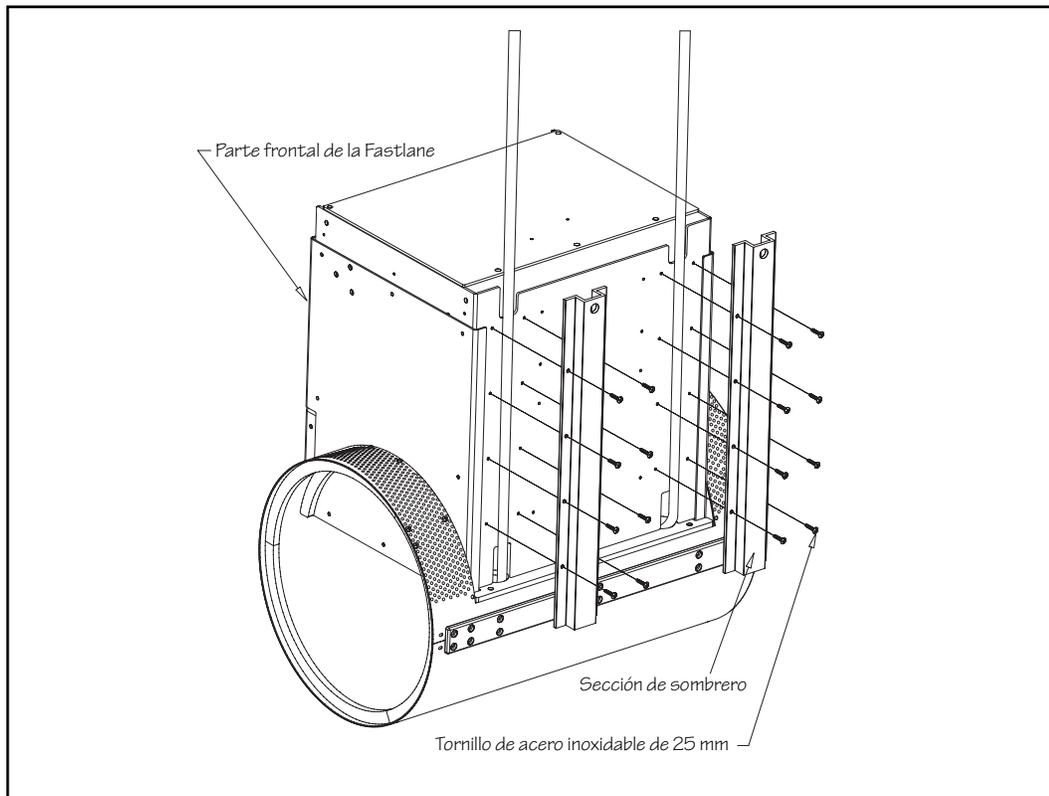

Fig. 6.5
6.7 Coloque con cuidado la Fastlane sobre este lado. Coloque las mangueras hidráulicas por encima de la trasera de la carcasa superior. Tienen secciones que se pondrán por encima de las mangueras hidráulicas. Asegúrese de que el orificio de montaje del extremo de esta sección queda de frente. Utilice los tornillos de acero inoxidable de 25 mm proporcionados para unir las secciones de sombrero a la carcasa superior. Hay ocho tornillos por sección de sombrero (Fig. 6.5).